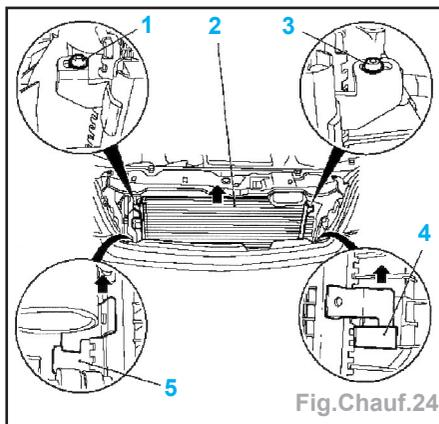

Fig. Chauff.24
- Déposer le condenseur (2) (2 vis 1 et 3) du guidage (4 et 5, flèches) (Fig. Chauff.24).